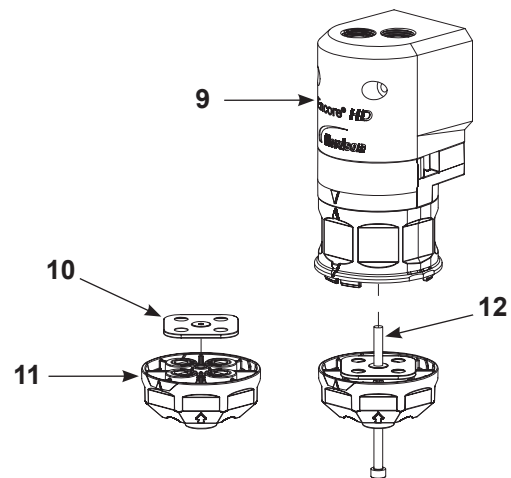

Figura 23 Montare guarnizione e blocco a Y inferiore
NOTA: Ogni volta che si smonta la pompa, si deve sostituire la guarnizione del blocco a Y (elemento 10 nella figura 23).
3. Vedi Figura 23. Montare la guarnizione (10) sopra il blocco a Y inferiore (11), poi avvitare la vite lunga (12) attraverso il blocco a Y inferiore e dentro l'alloggiamento delle valvole a manicotto, del blocco a Y superiore e del collettore di spurgo. Serrare la vite a 25-30 in.-lb (2,8-3,4 N•m).